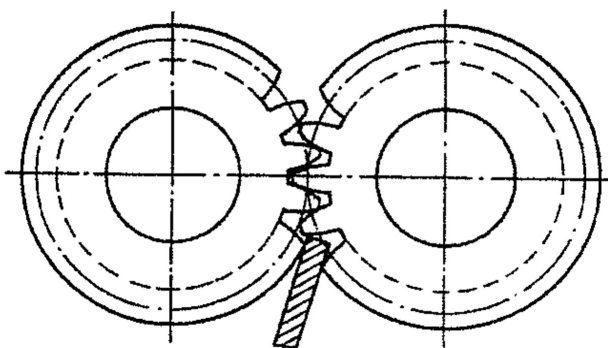

Рисунок 2
- Валы 2 и 3 можно зафиксировать от прокручивания, если вставить бронзовый четырехгранный стержень в зубчатое зацепление шестерен 15 и 16 (рисунок 2).